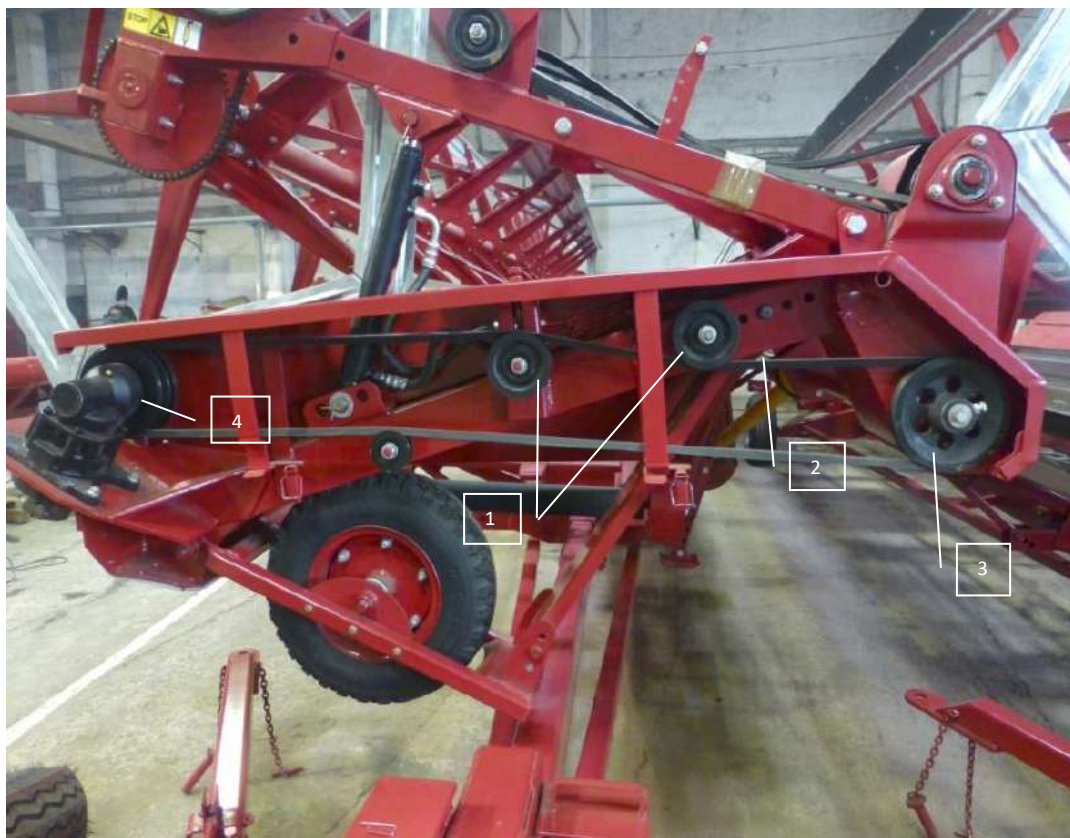

Рис.26 Привод режущего аппарата
8.3. Привод ножа производится следующим образом: с ведущего шкива рис.26 поз.3 Через ремень поз.2 Вращение передается на привод ножа Шумахер поз.4 дальше на нож.